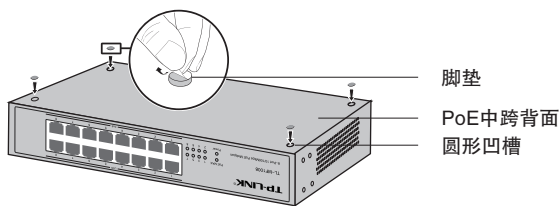

图2-1 桌面安装示意图
2. 逐个揭去4个脚垫的胶面保护纸,分别黏贴在位于机壳底部四角的圆形凹槽中;如**图2-1**所示;